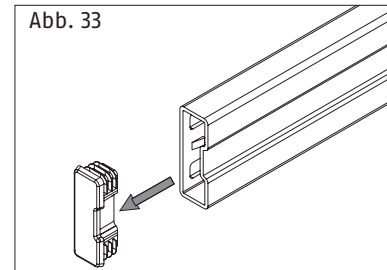
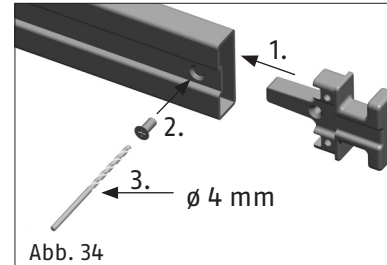

Abb. 33
Abb. 34
1. Beim Einsatz von PSB2700 zunächst den Kunststoffstopfen aus dem Riegelrohr entnehmen (ggf. mit Schraubendreher durch das kleine Loch hebeln / Abb. 33). Riegelabschlusstück für Sperrbügelfunktion einsetzen und mit selbstschneidender Schraube 5 x 12 aus dem PSB2700-Set maximal fest andrehen. Kreuzschlitz der Schraube mit HSS-Bohrer  $\varnothing 4$  mm ausbohren (Abb. 34) und die Lochkontur mit z.B. Lackstift oder Fett versehen (Korrosionsschutz).